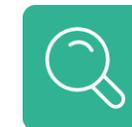

Fig. 30 – Raio X de tórax. Acima: alta resolução. Abaixo: baixa resolução.
- A resolução espacial de uma imagem **quantifica a nitidez do sinal na imagem** (Fig. 30).